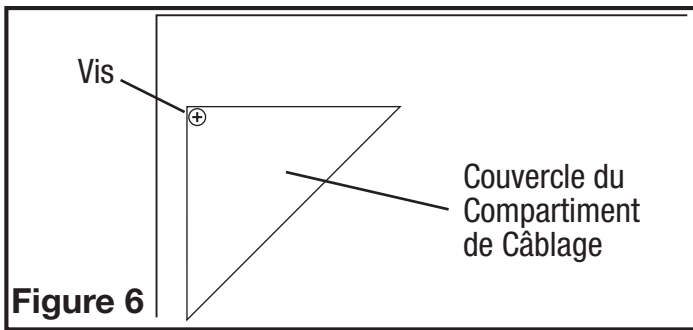

Figure 6
- Compartiment de Câblage Extérieur (Non inclus avec tous les modèles) : enlever la vis du couvercle du compartiment à câblage et mettre ce couvercle dans un endroit fiable (Figure 6).